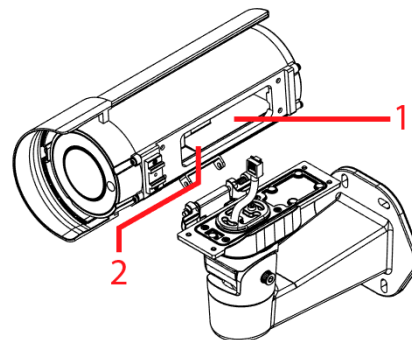

Figure 12
Remarque : La figure ci-dessous présente l'emplacement des boutons et des connexions de la caméra (1) (Figure 12) et du sachet déshydratant (2) (Figure 12) sur la caméra.